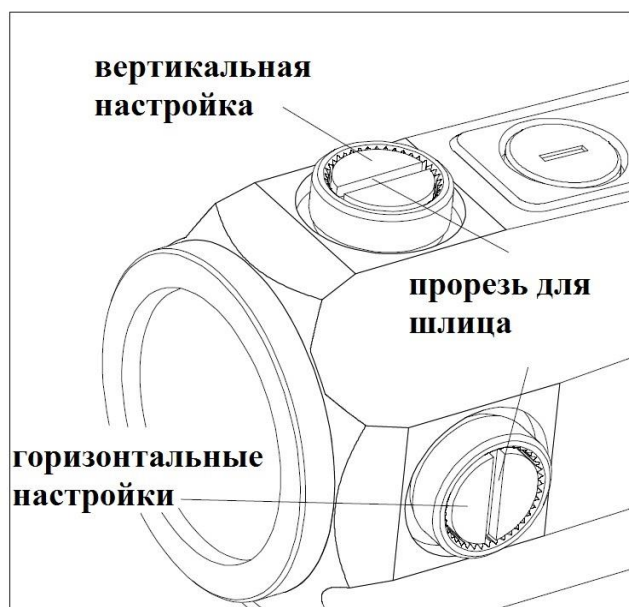

рис.5
1. Сверху прицела находится барабан вертикальных поправок, справа – барабан горизонтальных поправок (см. Рис.5). На фабрике прицельная марка устанавливается в среднее положение.